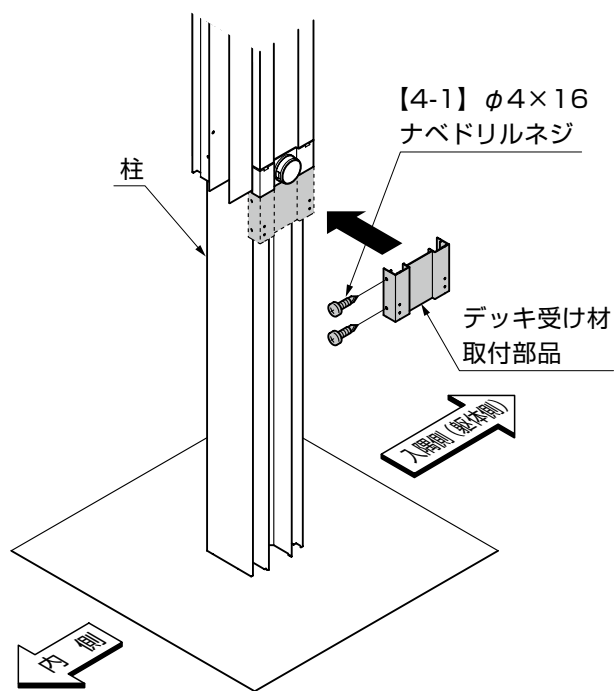

図4-10 入隅仕様
- 柱にデッキ受け材取付部品を取付ける際は、「基本仕様の主柱、中間柱、連棟柱の場合」は柱両側に、「入隅仕様の入隅側主柱の場合」は柱内側のみに【4-1】で取付けてください。(図4-10参照)